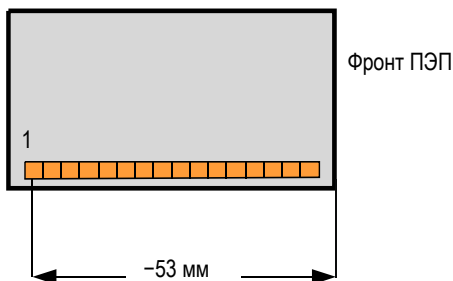

Рис. 4-4 Измерение опорной точки ПЭП
- a) В кнопке **Опорн. точка** введите опорную точку ПЭП, которой является расстояние между фронтом преобразователя и центром первого элемента ПЭП (см. Рис. 4-4 на стр. 103).